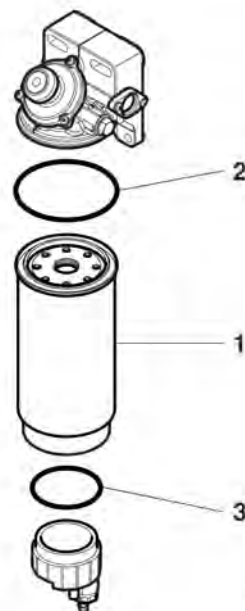

Рис. 75
5. Смазать поверхность уплотнения (2, рис. 75) на новом картридже (1) слоем топлива.
8. Смазать поверхность уплотнения (3, рис. 75) топливом и затянуть резервуар с помощью инструмента.